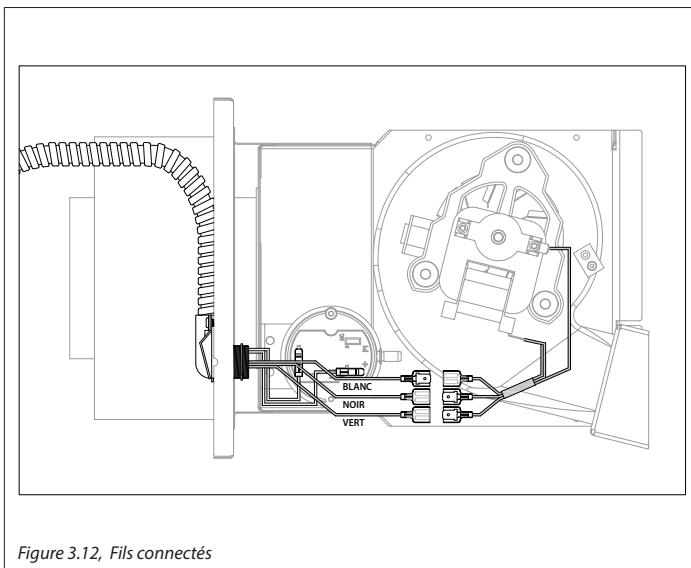

Figure 3.12, Fils connectés
7. NOTE: La Figure 3.12 montre tous les fils connectés.